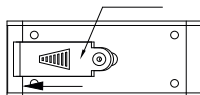

Рисунок 2
- Сдвиньте крышку на 2 мм (рис. 2), снимите крышку батарейного отсека